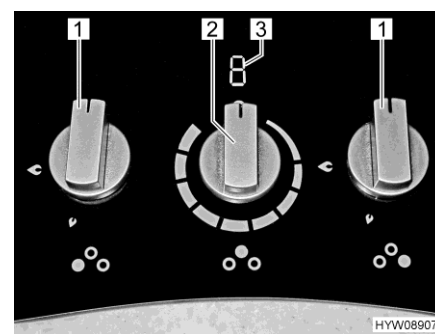

Fig. 181 Elementi di comando (fornello a gas con piano di cottura a induzione)
- Ruotare il pomello girevole (Fig. 181,1) dell'impianto a fiamma libera desiderato in posizione accesa (fiamma alta).
- Ruotare sulla posizione 0 il pomello girevole (Fig. 181,1). La fiamma si spegne.
- Ruotare il pomello girevole (Fig. 181,2) del piano di cottura a induzione nella posizione desiderata. L'indicatore (Fig. 181,3) mostra il valore impostato.
- Ruotare il pomello girevole (Fig. 181,2) del piano di cottura a induzione in posizione 0. L'indicatore (Fig. 181,3) si spegne. Successivamente allo spegnimento, finché la temperatura del piano di cottura a induzione risulta superiore a 60 °C l'indicatore mostra la lettera "H" (indicazione del calore residuo).
Sul piano di cottura a induzione sono indicate le seguenti informazioni (Fig. 181,3):